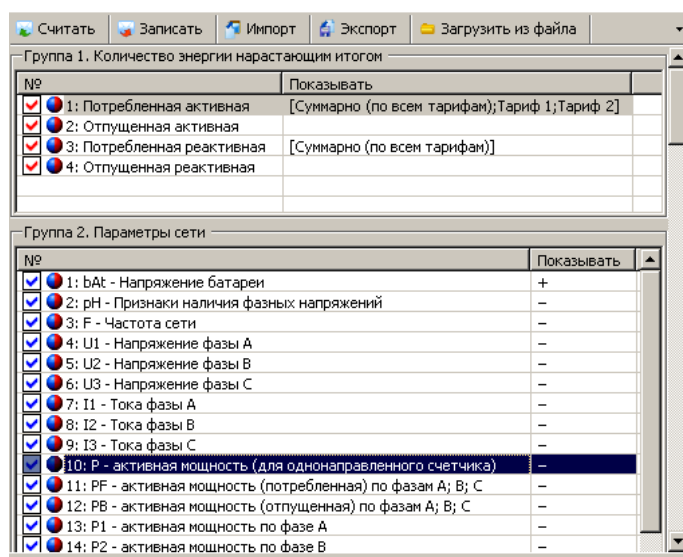

Рисунок 7.19 – Окно раздела «Конфигурация» → «Вывод на ЖКИ»
- перейти в раздел «Конфигурация» → «Вывод на ЖКИ» и составить списки индицируемых на ЖКИ параметров (*LIST1-LIST6*). Списки параметров *LIST1-LIST6* позволяют выбрать для просмотра параметры соответственно из шести первых групп. Для групп 1, 4 и 6 выбираются индицируемые значения для каждого направления учета, для остальных указывается показывать («+») или не показывать («-») конкретные кадры (рисунок 7.19).
- перейти в раздел «Конфигурация» → «Вывод на ЖКИ» и составить списки индизированных на ЖКИ параметров (LIST1-LIST6\*). Списки параметров LIST1-LIST6\* позволяют выбрать для просмотра параметры соответственно из шести первых групп. Для групп 1, 4 и 6 выбираются индизированные значения для каждого направления учета, для остальных указывается показывать («+») или не показывать («-») конкретные кадры (рисунок 7.19).